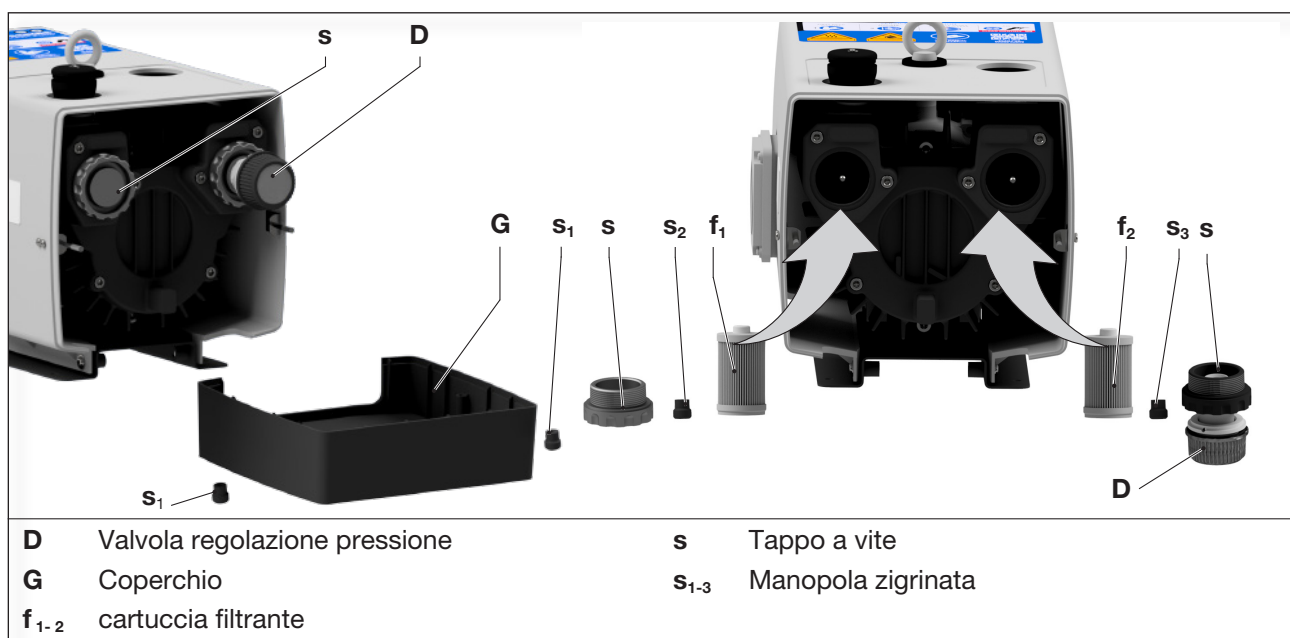

Fig. 4 Cambiare il filtro dell'aria
Le cartucce filtranti per l'aria di aspirazione (Fig. 4/f1) e l'aria compressa (Fig. 4/f2 → accessori) devono essere puliti o sostituiti soffiandoli ogni mese o più spesso, a seconda del livello di contaminazione. Nonostante la pulizia, la capacità filtrante dei filtri diminuisce col tempo. Occorre quindi sostituirli ogni sei mesi.
- Rimuovere il coperchio (Fig. 4/G) dopo aver allentato le manopole zigrinate (Fig. 4/s1).
- Sul lato di aspirazione allentare e rimuovere il tappo a vite (Fig. 4/s) e la manopola zigrinata (Fig. 4/s2).
- Sul lato della pressione, allentare e rimuovere il tappo a vite (Fig. 4/s) con la valvola di regolazione della pressione (Fig. 4/D) e la manopola zigrinata (Fig. 4/s3).
- Rimuovere le cartucce filtranti per l'aria di aspirazione (Fig. 4/f1) e l'aria compressa (Fig. 4/f2) e pulirle o sostituirle.
- Inserire la cartuccia filtrante (Fig. 4/f1) sul lato di aspirazione e fissarla con la manopola zigrinata (Fig. 4/s2) e il coperchio a vite (Fig. 4/s). Serrare a mano la manopola zigrinata e il coperchio a vite.
- Inserire la cartuccia filtrante (Fig. 4/f2) sul lato della pressione e fissarla con la manopola zigrinata (Fig. 4/s2) e il coperchio a vite (Fig. 4/s) con valvola di regolazione della pressione. Serrare a mano la manopola zigrinata e il coperchio a vite.
- h) Montare il coperchio (Fig. 4/G) con le manopole zigrinate (Fig. 4/s1) . Stringere la manopole zigrinate a mano.
- j) Montare il coperchio (Fig. 4/G) con le manopole zigrinate (Fig. 4/s1). Stringere la manopole zigrinate a mano.